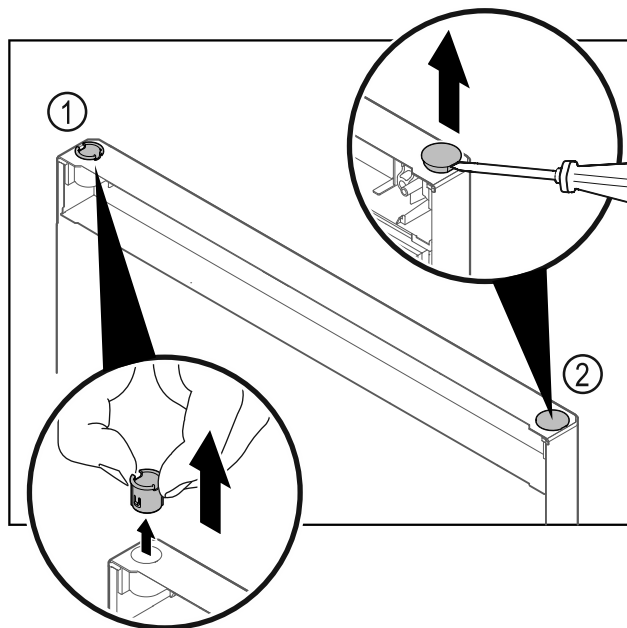

Fig. 25
- Estrarre la boccia cerniera Fig. 25 (1) con le dita.
- Con un cacciavite a testa a intaglio sollevare con cautela il tappo Fig. 25 (2) ed estrarlo.